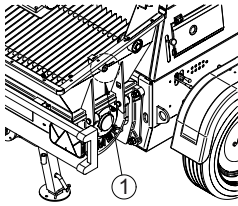

Abb. 1
In Tabelle 1 sind die technischen Daten der Betonpumpe unter Bezugnahme auf Abb. 1 wiedergegeben.
4.1 BESCHREIBUNG DER BETONPUMPE (siehe Abb.1)
- **Beim Öffnen des Schutzgitters am oberen Trichter muss die Bewegung des Rührwerks des unteren Trichters, der "S"-Rohrweiche und der Förderkolben durch das Signal des Sensors (Abb.1 Pos.1) angehalten werden.**